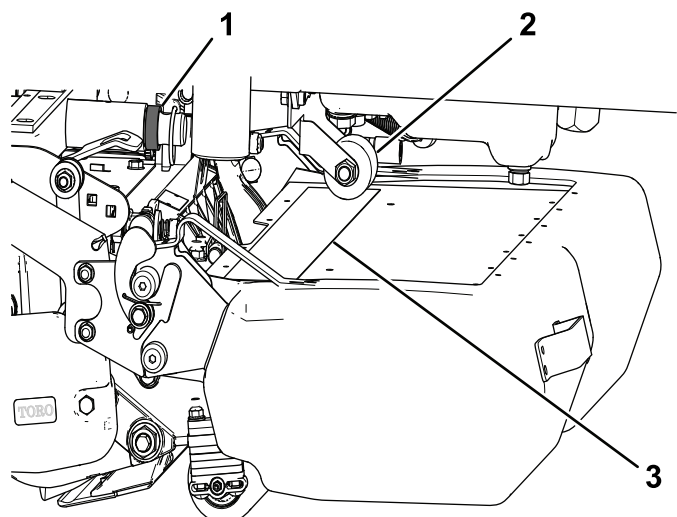

Figura 16
Quando unidade de corte está a ser elevada, o pára-choques do cilindro deve estar sempre em contacto com a tira de desgaste no resguardo superior do cesto de relva (Figura 16).
1. Ao instalar a unidade de corte traseira central, certifique-se de que o espaçador no pino do braço de elevação está instalado por trás da estrutura da suporte d unidade de corte como se mostra na Figura 16.